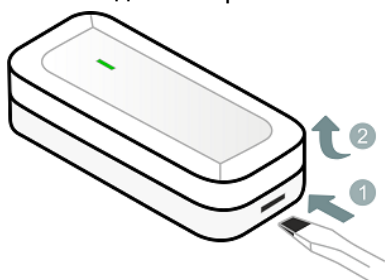
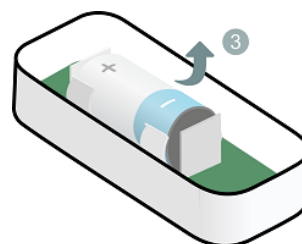
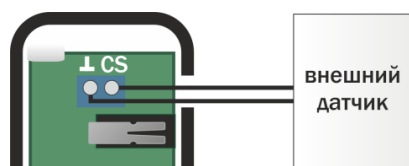

Рисунок 6.3 – Вскрытие корпуса датчика
Рисунок 6.4 – Извлечение батареи
Рисунок 8.1 – Схема подключения внешнего проводного датчика открытия (геркона)
- 2.2. Если датчик не в первый раз переводится в режим связывания, то вскройте корпус датчика: при помощи плоской отвертки нажмите на одну из защелок и, не отпуская защелку, потяните крышку корпуса вверх (см. рисунок 6.3). Извлеките батарею из датчика (см. рисунок 6.4). Подождите 30 секунд и установите батарею обратно, соблюдая полярность.
Для подключения геркона / ШС вскройте корпус основного элемента датчика (см. рисунок 6.3). Подключите провода к клемме, расположенной на плате датчика разбития, как показано на схеме (см. рисунок 8.1).
2. С помощью индикации на датчике. Для этого вскройте корпус датчика (см. рисунок 6.3) и коротко нажмите на кнопку тампера (7, рисунок 2.1). Посмотрите на индикатор датчика. Соответствие уровня связи и индикации представлено в таблице 9.1.
- 1) Вскройте корпус датчика (см. рисунок 6.3).